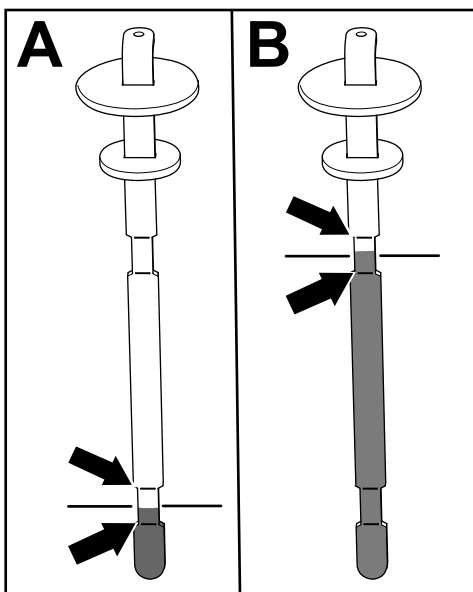

Рисунок 82
5. Извлеките щуп и проверьте уровень рабочей жидкости (Рисунок 82).
- Если у вас на машине установлен режущий блок: уровень гидравлической жидкости должен находиться на соответствующем уровне между 2 нижними отметками на щупе (A на Рисунок 82). Также допустимо, если уровень жидкости находится выше нижних отметок.
приводом: уровень гидравлической жидкости должен находиться на соответствующем уровне между 2 верхними отметками на щупе (В на Рисунок 82).